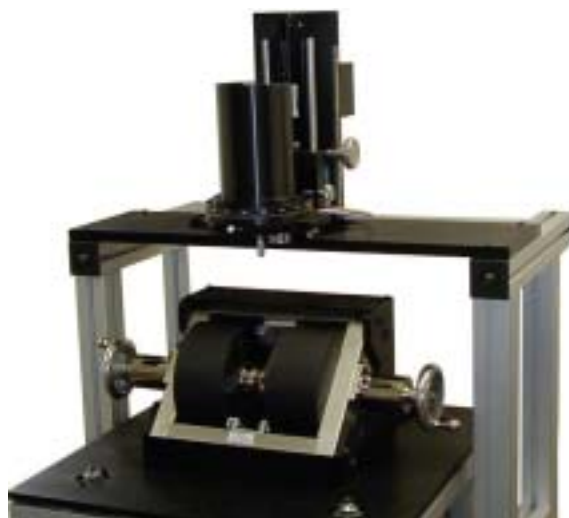

図 14 前ポジションのVSMプレート
24、VSMプレートをIsoFrameの前にスライドさせます(図14参照)。
2、VSMアセンブリをフレームの前面にスライドさせます(図14参照)。